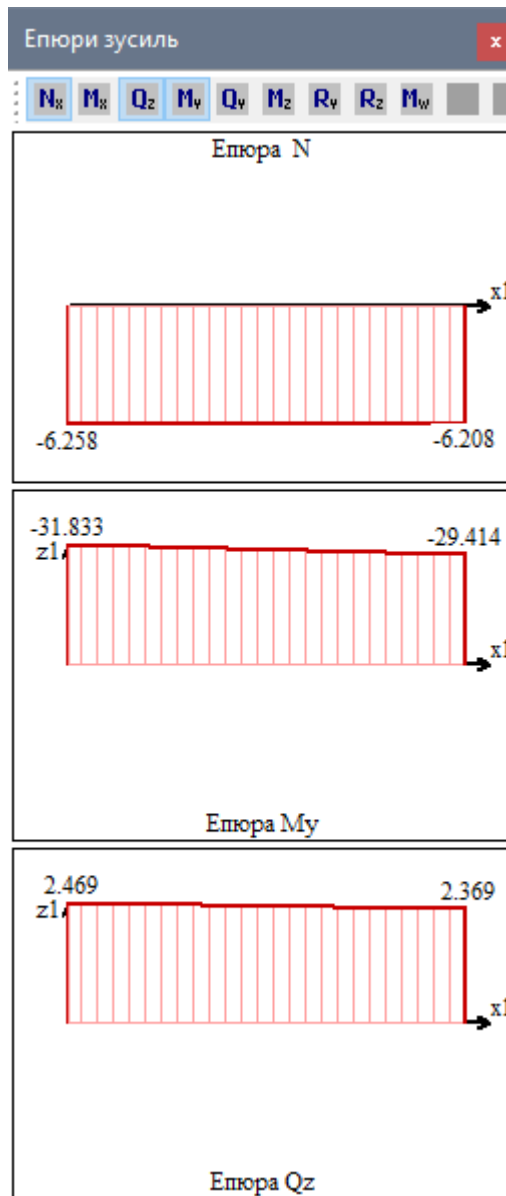

Рис. 8.26. Діалогове вікно **Епюри зусиль**
- Для відображення епюр зусиль та переміщень, в цьому вікні встановіть прапорець **Епюри**. Відкривається діалогове вікно **Епюри зусиль** (рис. 8.26).